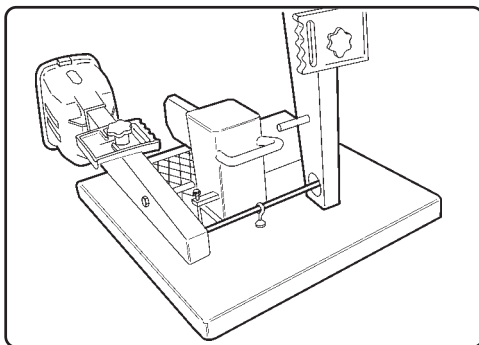

Fig. 13
- Sett vippearmen inn i setet på den andre styrestangen (Fig. 13) og sett den faste skruen på styrestangen ned i hullet på chassiset og skru den fast med en selvblokkerende mutter.